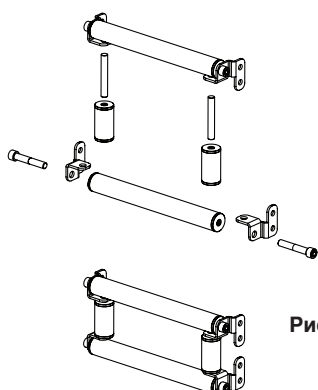
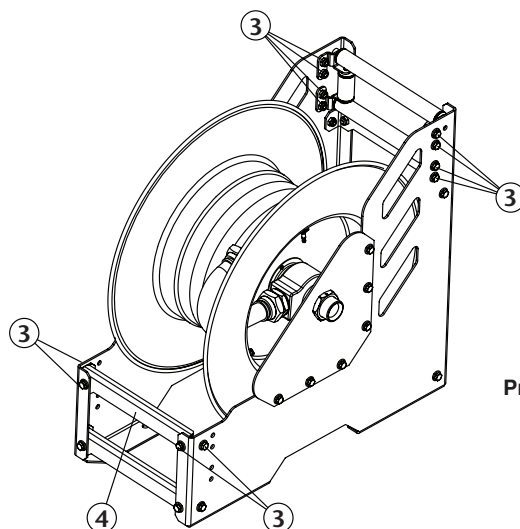

Рис. 3
Рис. 4
5. Собрать разобранные ранее соединительные элементы шланга, как показано на рисунке (рис. 3), и установить их в новое положение. Затем завинтить болты (3) (рис.4).
6. В заключение установить поперечину (4) (рис.4) в указанном положении.